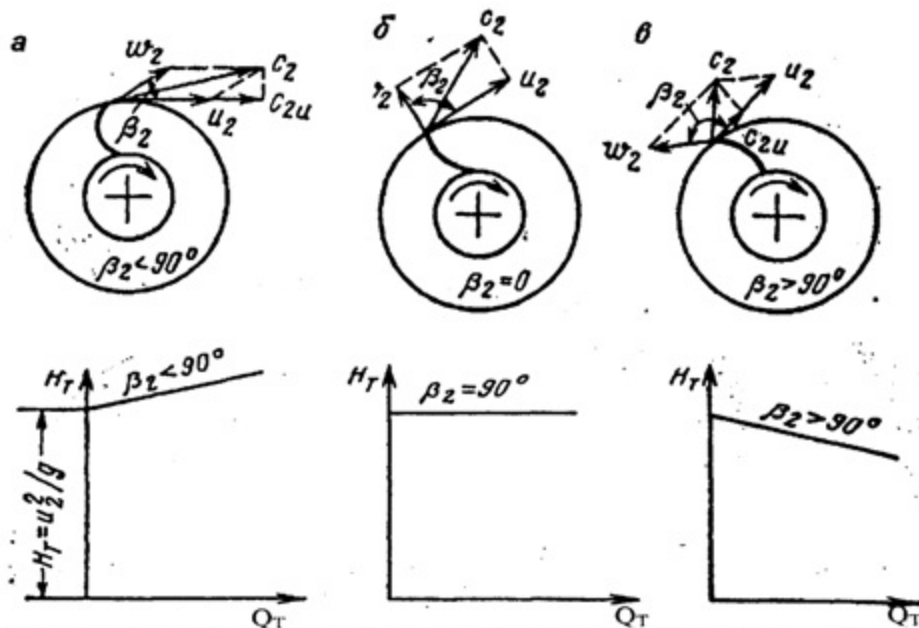

Рис. 5. Робочі колеса відцентрових турбомашин і теоретичні індивідуальні характеристики, що їм відповідають
1. Загнуті вперед $\beta_2 < 90^\circ$, $\operatorname{ctg} \beta_2 > 0$; (рис. 5, а)
2. Радіальні $\beta_2 = 90^\circ$, $\operatorname{ctg} \beta_2 = 0$; (рис. 5, б)
3. Загнуті назад $\beta_2 > 90^\circ$, $\operatorname{ctg} \beta_2 < 0$; (рис. 5, в)